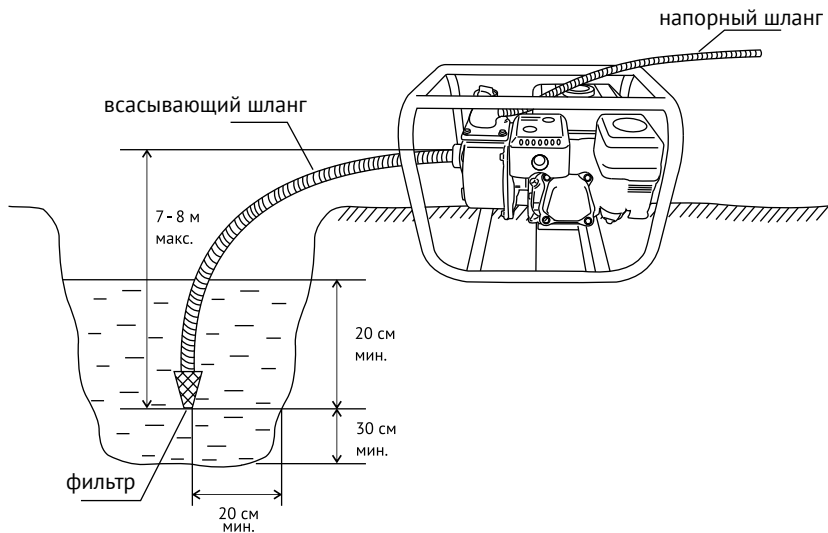

рис. 10
7. Установите мотопомпу рядом с водоемом, соблюдая указания, приведенные на рис. 10.
- Следите за состоянием и соблюдением правильного положения всасывающего шланга (см. рис. 10)